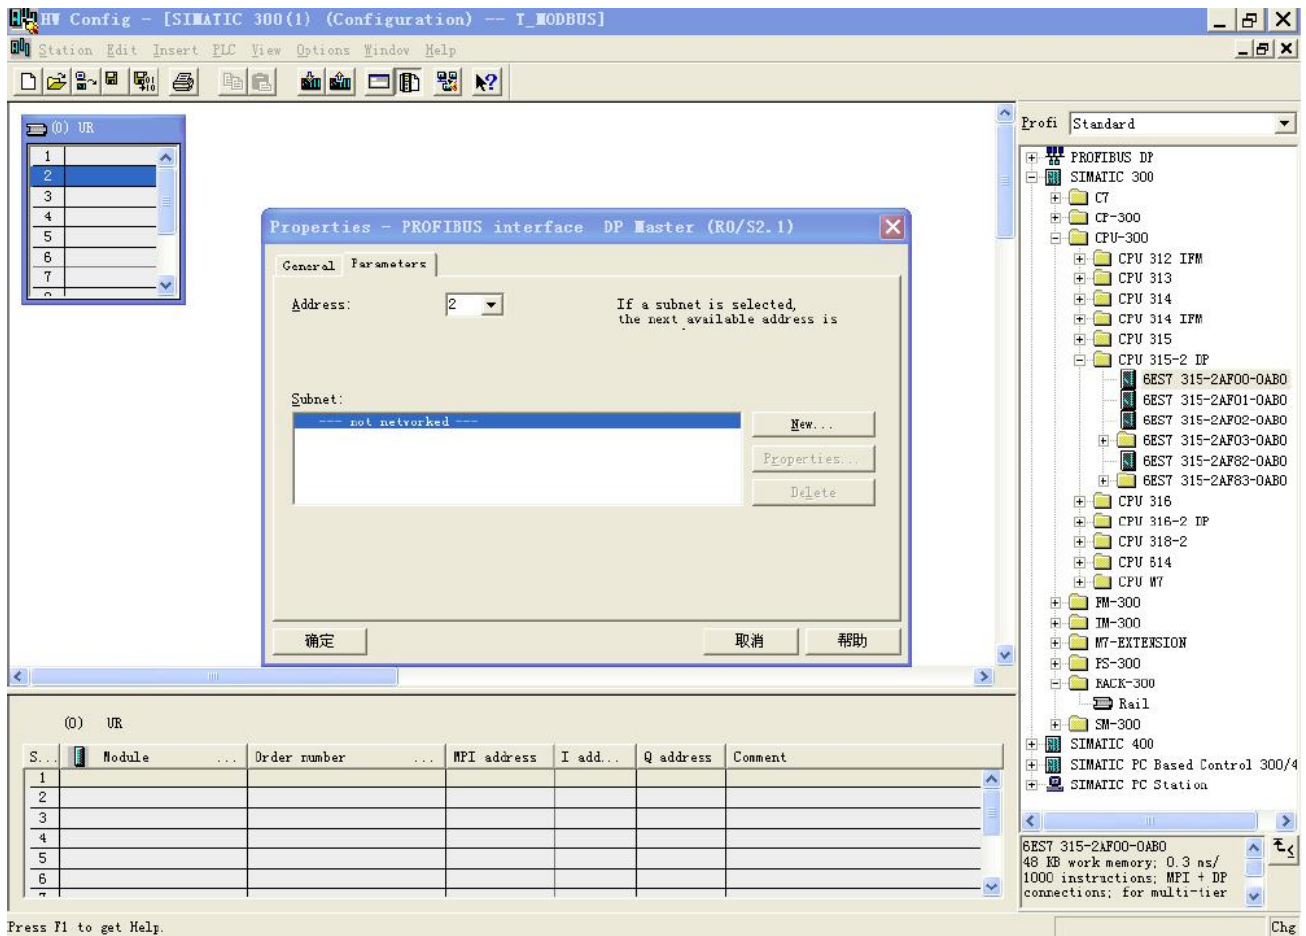

图 10
10. 设定 PLC rack, 双击“Hardware Catalog\SIMATIC 300\RACK-300\Rail”, 如图 10 所示: